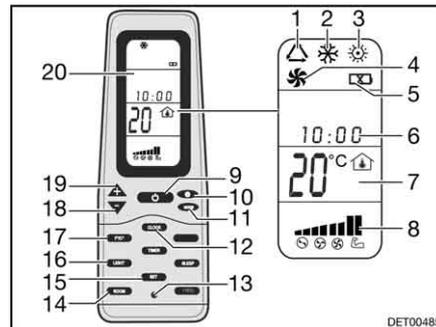

Bild 134 Fernbedienung
- Die Taste ON/OFF (Bild 134,9) drücken.
- Die Taste "Mode" (Bild 134,11) so oft drücken, bis die gewünschte Betriebsart (Bild 134,1, 2, 3 oder 4) auf dem Display (Bild 134,20) angezeigt wird.
- Mit den Tasten "+" (Bild 134,19) und "-" (Bild 134,18) die gewünschte Temperatur einstellen.
- Mit der Taste Lüftergeschwindigkeit (Bild 134,10) die gewünschte Lüfterstufe wählen.